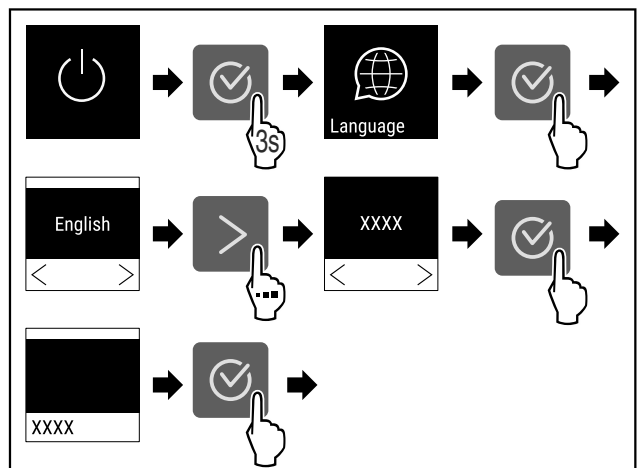

Fig. 50
- Kryeni hapat e veprimit (shihni Fig. 50).